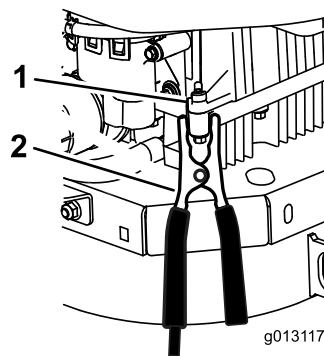

Figure 48
6. Faites la dernière connexion sur le **bloc-moteur** (pas sur la borne négative de la batterie) de la machine avec la batterie à plat, à l'écart de la batterie, et reculez vous (Figure 48).